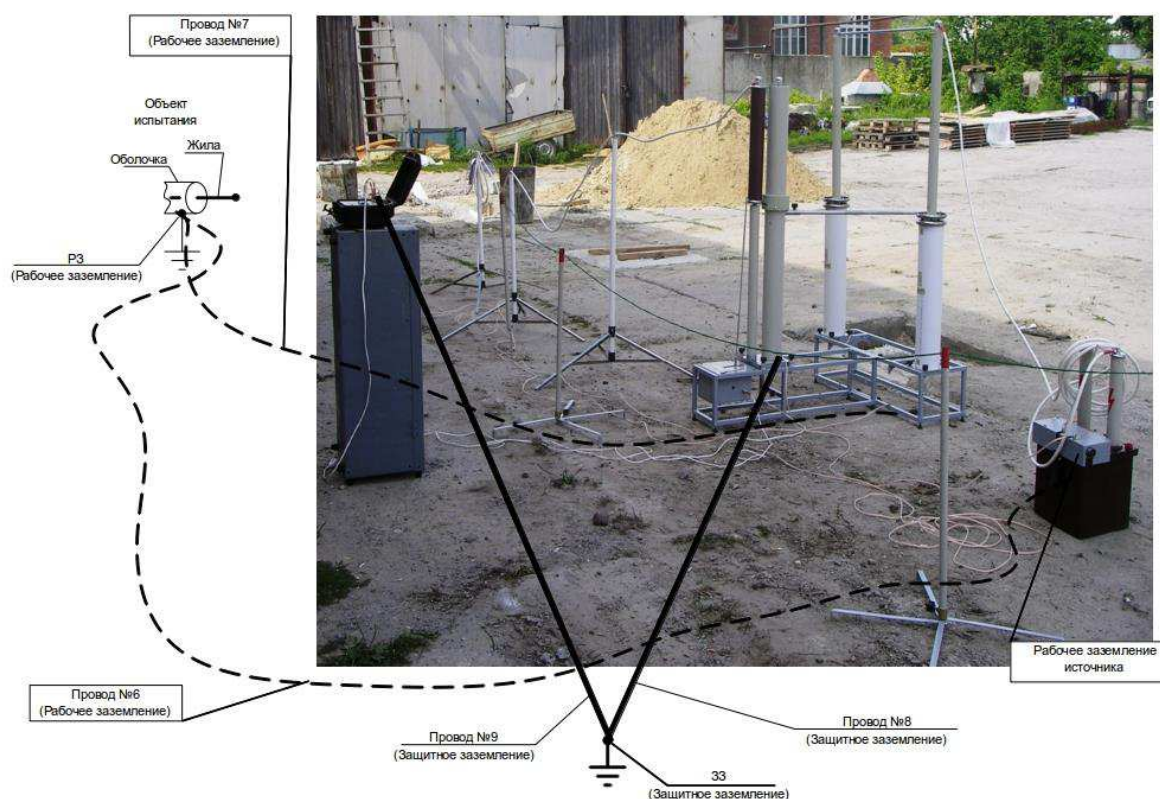

Рис.3. Схема заземления.
- надёжно заземлить блок управления и другие элементы схемы гибкими медными проводами сечением  $6\text{мм}^2$ , прилагаемыми к аппарату. Каждый блок или элемент должен заземляться на шину заземления отдельным проводником. Схема подключения заземлений показана на рис.3.
Такая схема заземления обеспечивает прохождение рабочих импульсных токов по проводам №4 и №5 и по рабочему заземлению источника (см. рис. 3), а по проводам №3, №6 (см. рис. 3) эти токи проходить не будут. Это обеспечит отсутствие перенапряжений на блоке управления и на коммутаторе.